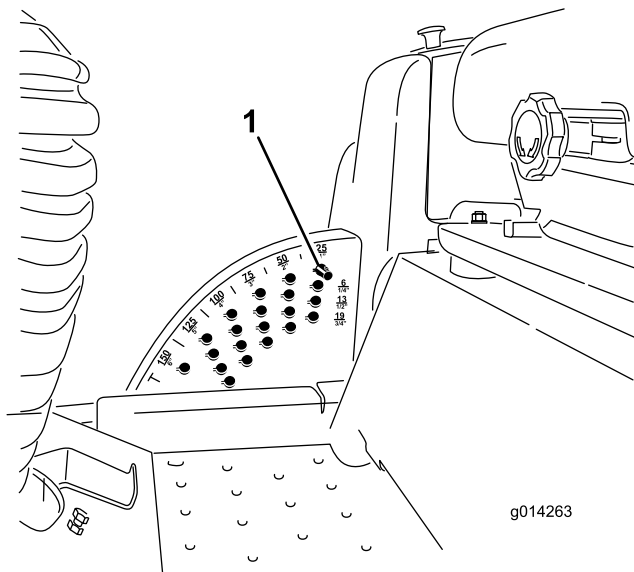

Figura 6
1. Con el motor en marcha, presione hacia atrás el interruptor de elevación del cortacésped hasta que el cortacésped esté elevado a su altura máxima y **suelte el interruptor inmediatamente** (Figura 6).
2. Para ajustar, gire el pasador hasta que el nervio quede alineado con la ranura del taladro del soporte de altura de corte, y retire el pasador (Figura 6).
3. Seleccione un taladro del soporte de altura de corte que corresponda a la altura de corte deseada, inserte el pasador y gírelo para bloquearlo en esa posición (Figura 6).
Nota: Hay cuatro filas de taladros (Figura 6). La fila superior corresponde a la altura de corte impresa encima del pasador. La segunda fila corresponde a la altura impresa más 6 mm. La tercera fila corresponde a la altura impresa más 12 mm. La fila inferior corresponde a la altura impresa más 18 mm. Para la posición de 15,8 cm hay un solo taladro,